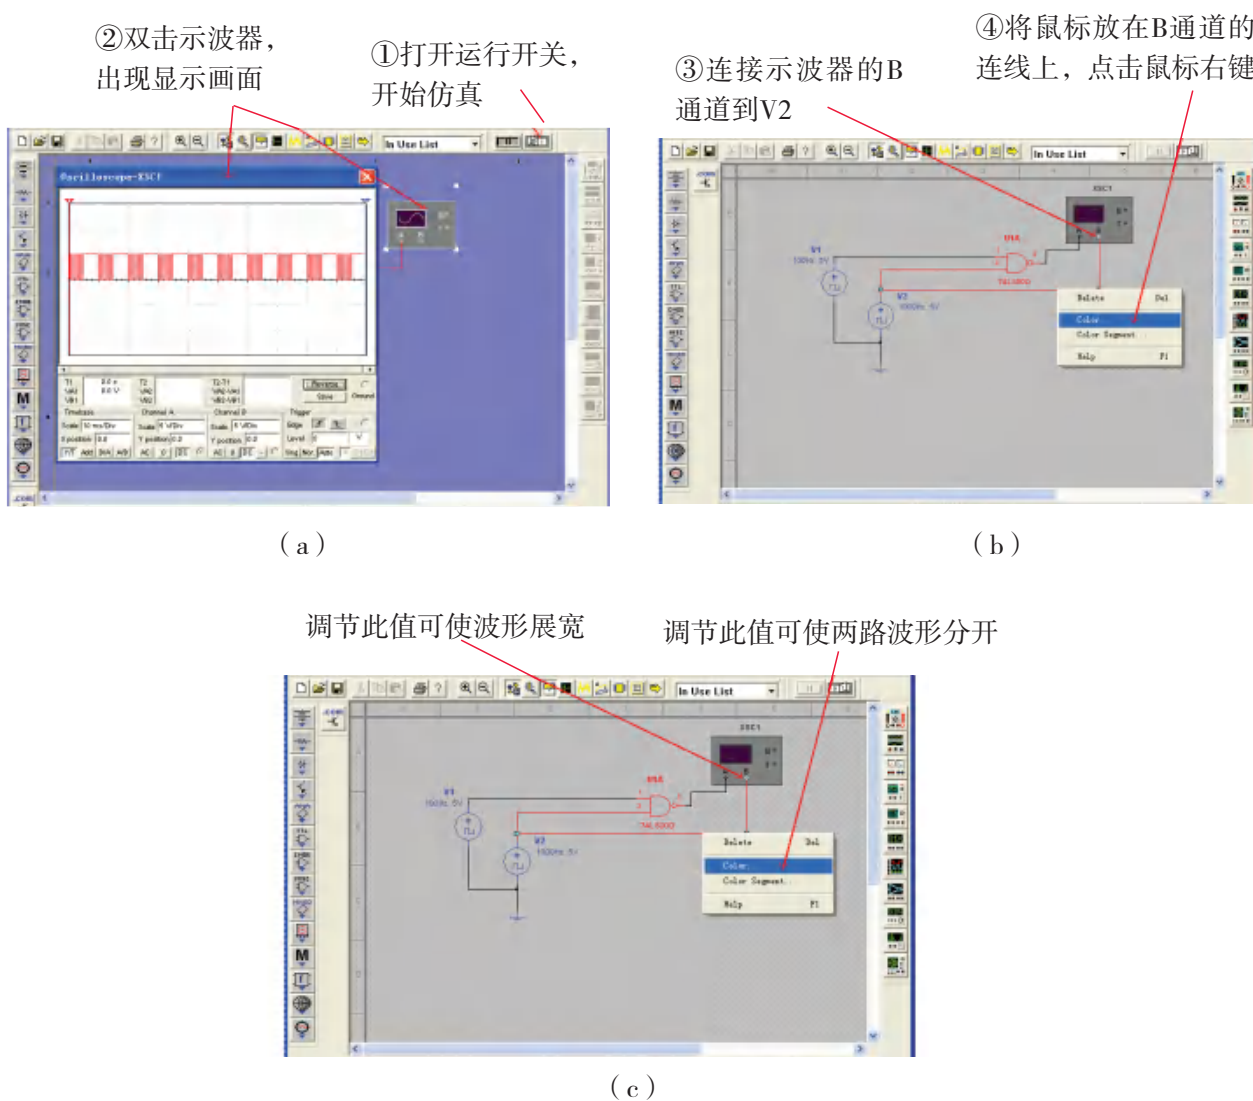

图3-37 开始仿真
图3-37 (a) 中所示的示波器是双踪示波器（可同时测试2个信号），按照图中所示的步骤，我们可以观察电路中2个点的信号。按图3-37 (b) 所示的第④步中选择Color项，出现下面的颜色选择框，选择一种颜色，所选颜色就是示波器显示该信号的颜色。为使显示的2个波形更明显，通常将2个信号用不同的颜色显示。我们完成的虽然是一个简单的电路仿真，但同学们不难根据这些步骤设计、仿真出更复杂的电路。